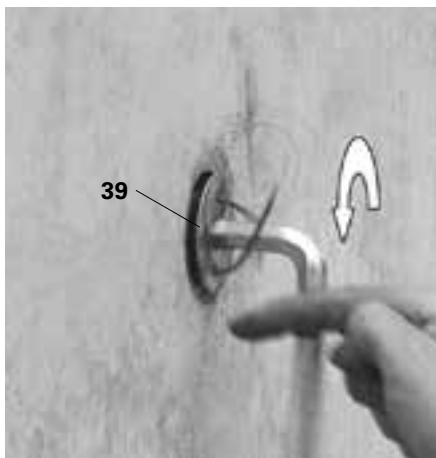

Fig. B1.16
1. Con la brugola Ch SW 14 rimuovere la piastra di predisposizione M24 (39) dal cono. (Fig. B1.16)